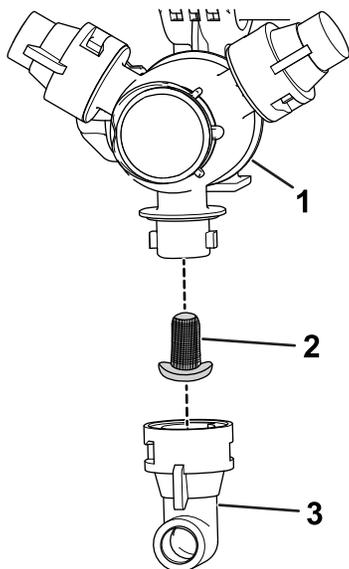

Figura 98
2. Retire la boquilla de la torreta de fumigación (Figura 98).
3. Retire el filtro de boquilla usado (Figura 98).
4. Instale el filtro de boquilla nuevo (Figura 98).
5. Instale la boquilla en la torreta de fumigación (Figura 98).